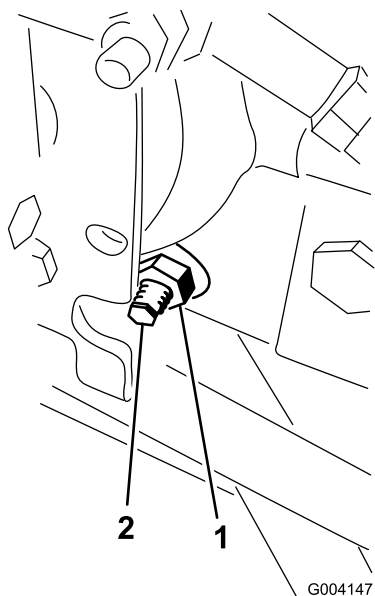

Figure 64
3. Sous le côté droit de l'hydrostat, desserrez le contre-écrou sur la came de réglage de transmission (Figure 64).